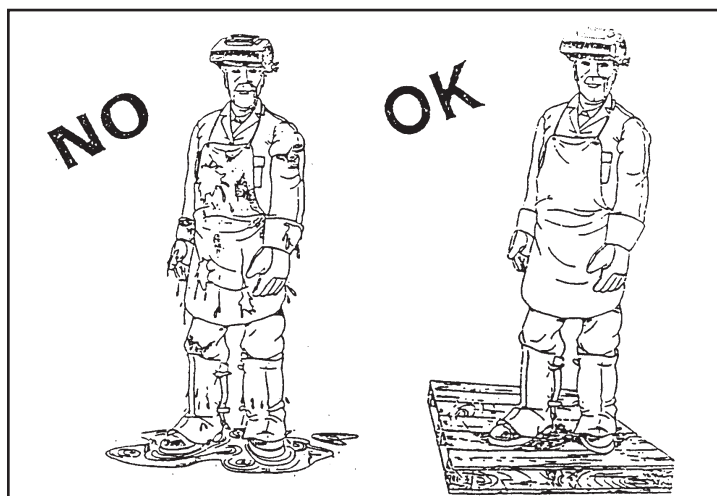

Рисунок 7
- усиление индивидуальной защиты, изоляции оператора от пола и между оператором и заготовкой (рис. 7)